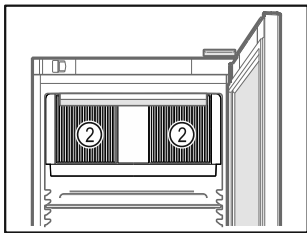

Fig. 76
- ❑ 内部循环风机的通风槽 Fig. 76 (2) 保持畅通。